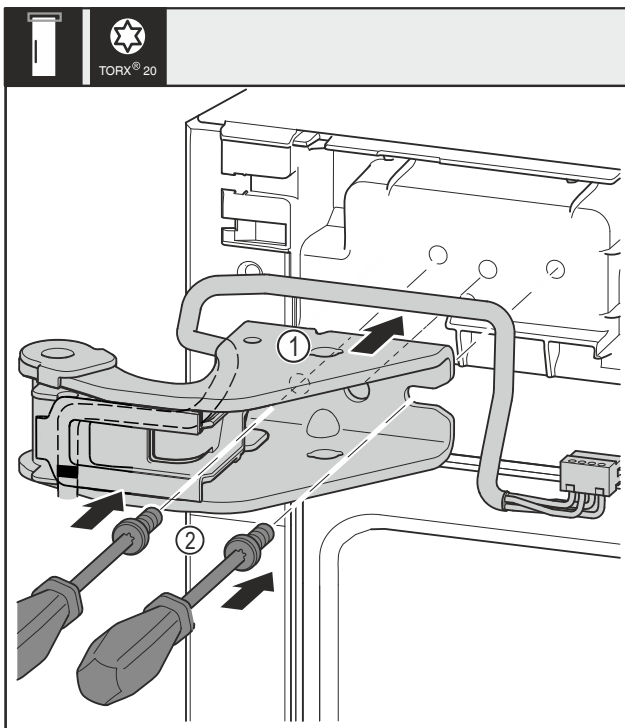

Fig. 30
- Poser le support de palier supérieur Fig. 30 (1).
- Poser les vis Fig. 30 (2) avec un tournevis et les serrer.